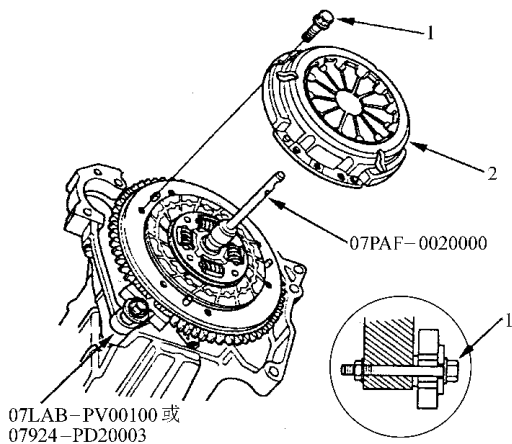

图 4-15 安装专用工具
- 2) 如图 4-15 所示，安装专用工具。为防止翘曲变形，按交叉方式，分多步放松压板装配螺栓，然后拆下压板。